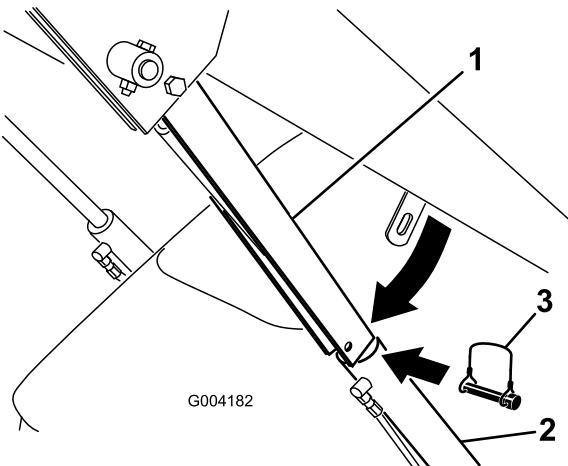

Рисунок 24
- Извлеките шплинт, который крепит замок гидроцилиндра к кронштейну погрузчика (Рисунок 24).
5. Опустите замок гидроцилиндра на шток гидроцилиндра и закрепите его при помощи шплинта (Рисунок 24).